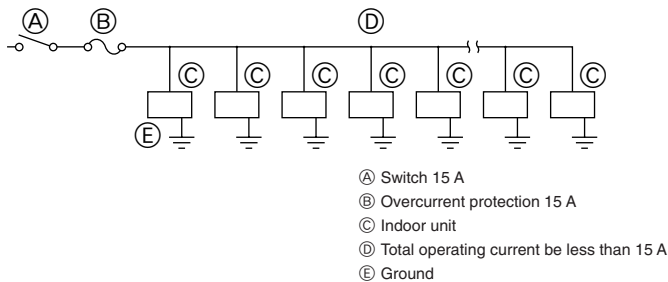

Fig. 6-2
6.2. Power supply wiring (Fig. 6-2)